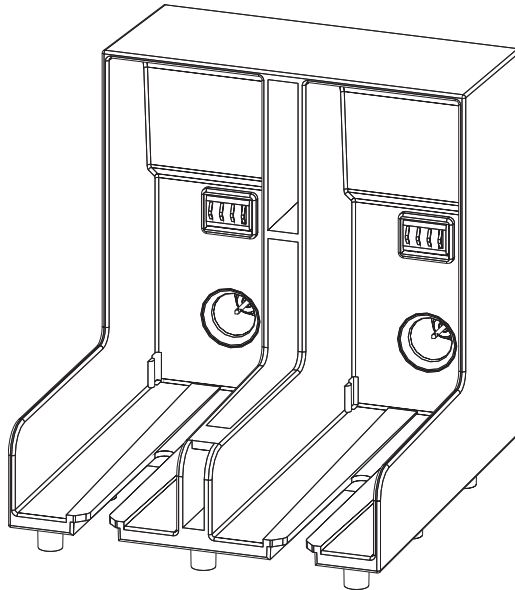

Figura 6-3: Ranhura do suporte do cartucho
- 5 Insira o cartucho de tinta no respectivo suporte, alinhando a cavilha do cartucho com a ranhura do suporte correto (Figura 6-3 na página 6-6).